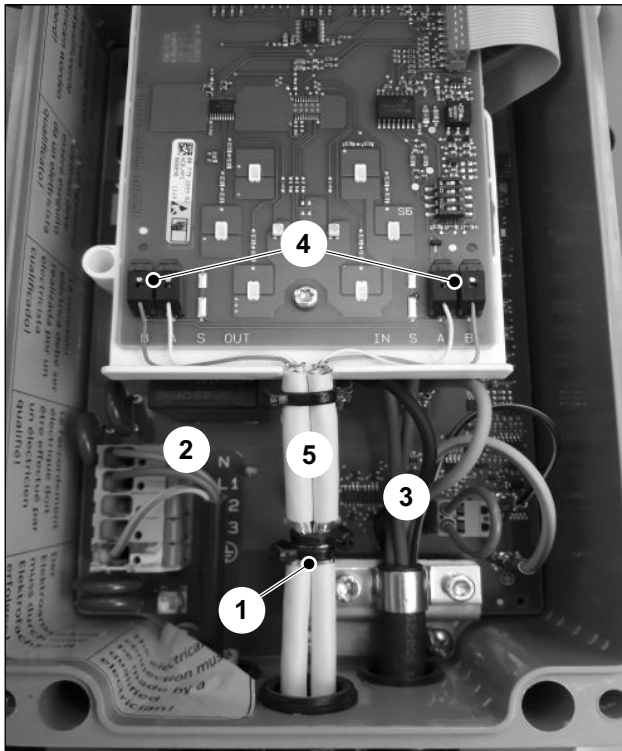

Abb. 10 Leitungsführung bei Line-Verdrahtung
Zu allen anderen Wallboxen sind jeweils zwei Busleitungen geführt (Abb. 10).
Die Einzeladern der Spannungsversorgung (Abb. 10/2) und des Ladekabels (Abb. 10/3) sollten in größtmöglichen Abstand zu den Busleitungen verlegt sein.
3. Befestigen Sie die freigelegten Schirme mit Hilfe von einem oder zwei Kabelbinder/n an der Schirmauflage (Abb. 10/1).
4. Isolieren Sie jeweils zwei Einzeladern ca. 8 mm ab und schließen diese an den entsprechenden Klemmen (Abb. 10/4) an.
Die Busleitungen müssen zwischen Schirmauflage und Anschlussplatine (Abb. 10/5) ummantelt ausgeführt sein.